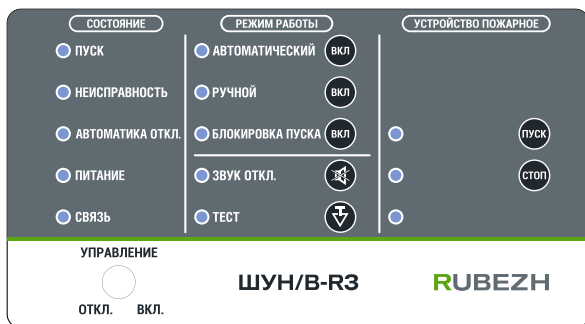

Рисунок 4 – Панель управления ШУ
1.5.8 На лицевой стороне ШУ расположены индикаторы и органы управления с защитой от несанкционированного доступа. Все индикаторы и органы управления разделены на три группы СОСТОЯНИЕ, РЕЖИМ РАБОТЫ и УСТРОЙСТВО ПОЖАРНОЕ (рисунок 4).
1.5.13 ШУ переводится в режим «Автоматический» нажатием кнопки ВКЛ. рядом с наименованием индикатора АВТОМАТИЧЕСКИЙ в поле РЕЖИМ РАБОТЫ панели управления (рисунок 4). Нажатие кнопки подтверждается кратковременным звуковым сигналом и включением индикатора АВТОМАТИЧЕСКИЙ. При этом индикатор РУЧНОЙ или БЛОКИРОВКА ПУСКА гаснет.
ШУ в режиме «Автоматический» осуществляет управление работой электродвигателя соответствующего привода пожарного устройства в зависимости от состояний контактов датчиков. Состояния датчиков отображаются в поле УСТРОЙСТВО ПОЖАРНОЕ панели управления (рисунок 4).
1.5.14 ШУ переводится в режим «Ручной» нажатием кнопки ВКЛ. рядом с наименованием индикатора РУЧНОЙ в поле РЕЖИМ РАБОТЫ панели управления (рисунок 4). Нажатие кнопки подтверждается кратковременным звуковым сигналом и включением индикатора РУЧНОЙ. При этом индикаторы АВТОМАТИЧЕСКИЙ или БЛОКИРОВКА ПУСКА гаснут.
1.5.15 ШУ переводится в режим «Блокировка пуска» нажатием кнопки ВКЛ. рядом с наименованием индикатора БЛОКИРОВКА ПУСКА в поле РЕЖИМ РАБОТЫ панели управления (рисунок 4). Нажатие кнопки подтверждается кратковременным звуковым сигналом и включением индикатора БЛОКИРОВКА ПУСКА. При этом индикаторы РУЧНОЙ или АВТОМАТИЧЕСКИЙ гаснут.